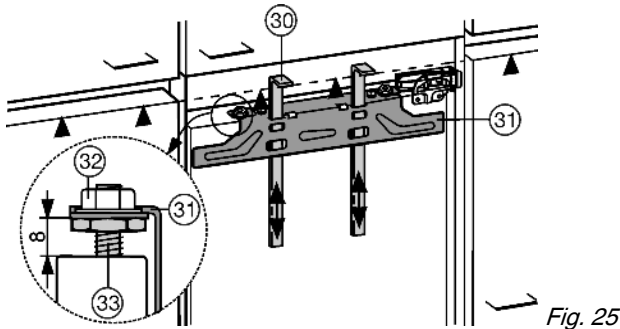
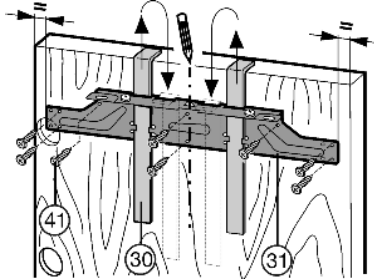

Fig. 25
Fig. 26
De montagehulpmiddelen Fig. 25 (30) worden voor beide deuren benodigd. Daarom de meubeldeuren na elkaar monteren.
- ▶ Montagehulpen Fig. 25 (30) op de hoogte van de meubeldeur omhoogschuiven. Onderste aanslagkant ▲ van het montagehulpstuk = onderkant van de aan te brengen kastdeur.
- ▶ Bevestigingsdwarsbalk Fig. 26 (31) via de contra-roeren Fig. 25 (32) los-schroeven.
- ▶ Bevestigingsdwarsstrip Fig. 26 (31) met de montagehulpstukken Fig. 26 (30) aan de binnenkant van de kastdeur hangen.
- ▶ Bevestigingsdwarsstrip Fig. 26 (31) centrisch uitlijnen: korte middenlijn op de kastdeur aangeven en daar overheen pijlpunt van de dwarsstrip aanbrengen.
- ▶ bevestigingsdwarsbalk Fig. 26 (31) met minstens 6 schroeven Fig. 26 (41) vastschroeven.
- ▶ bevestigingsdwarsbalk Fig. 26 (31) met ten minste 4 schroeven Fig. 26 (41) aan de rand vastschroeven.
- ▶ Trek de montagehulpstukken Fig. 26 (30) naar boven eruit en schuif ze gedraaid in de ernaast gelegen opnameopeningen.